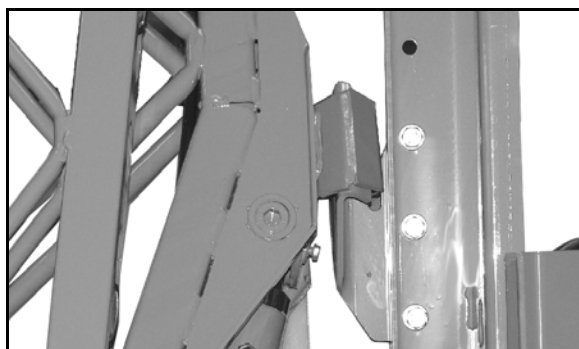

Fig. 10
- Bloqueio de transporte (Fig. 10) na armação **Super-S** contra uma articulação involuntária para fora